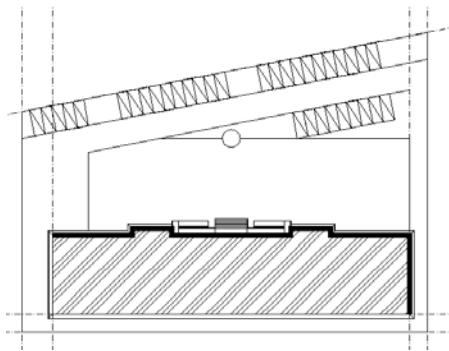

图 15.96 广场边线
(4) 执行多段线,沿停车位和绿地辅助线绘制广场闭合线,执行修剪命令,修剪结果如图 15.96 所示。